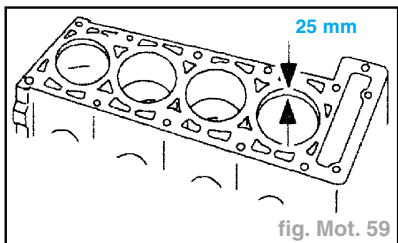

fig. Mot. 59
- Mettre le piston du cylindre N°1 à **25 mm** avant le PMH (fig. Mot. 59).